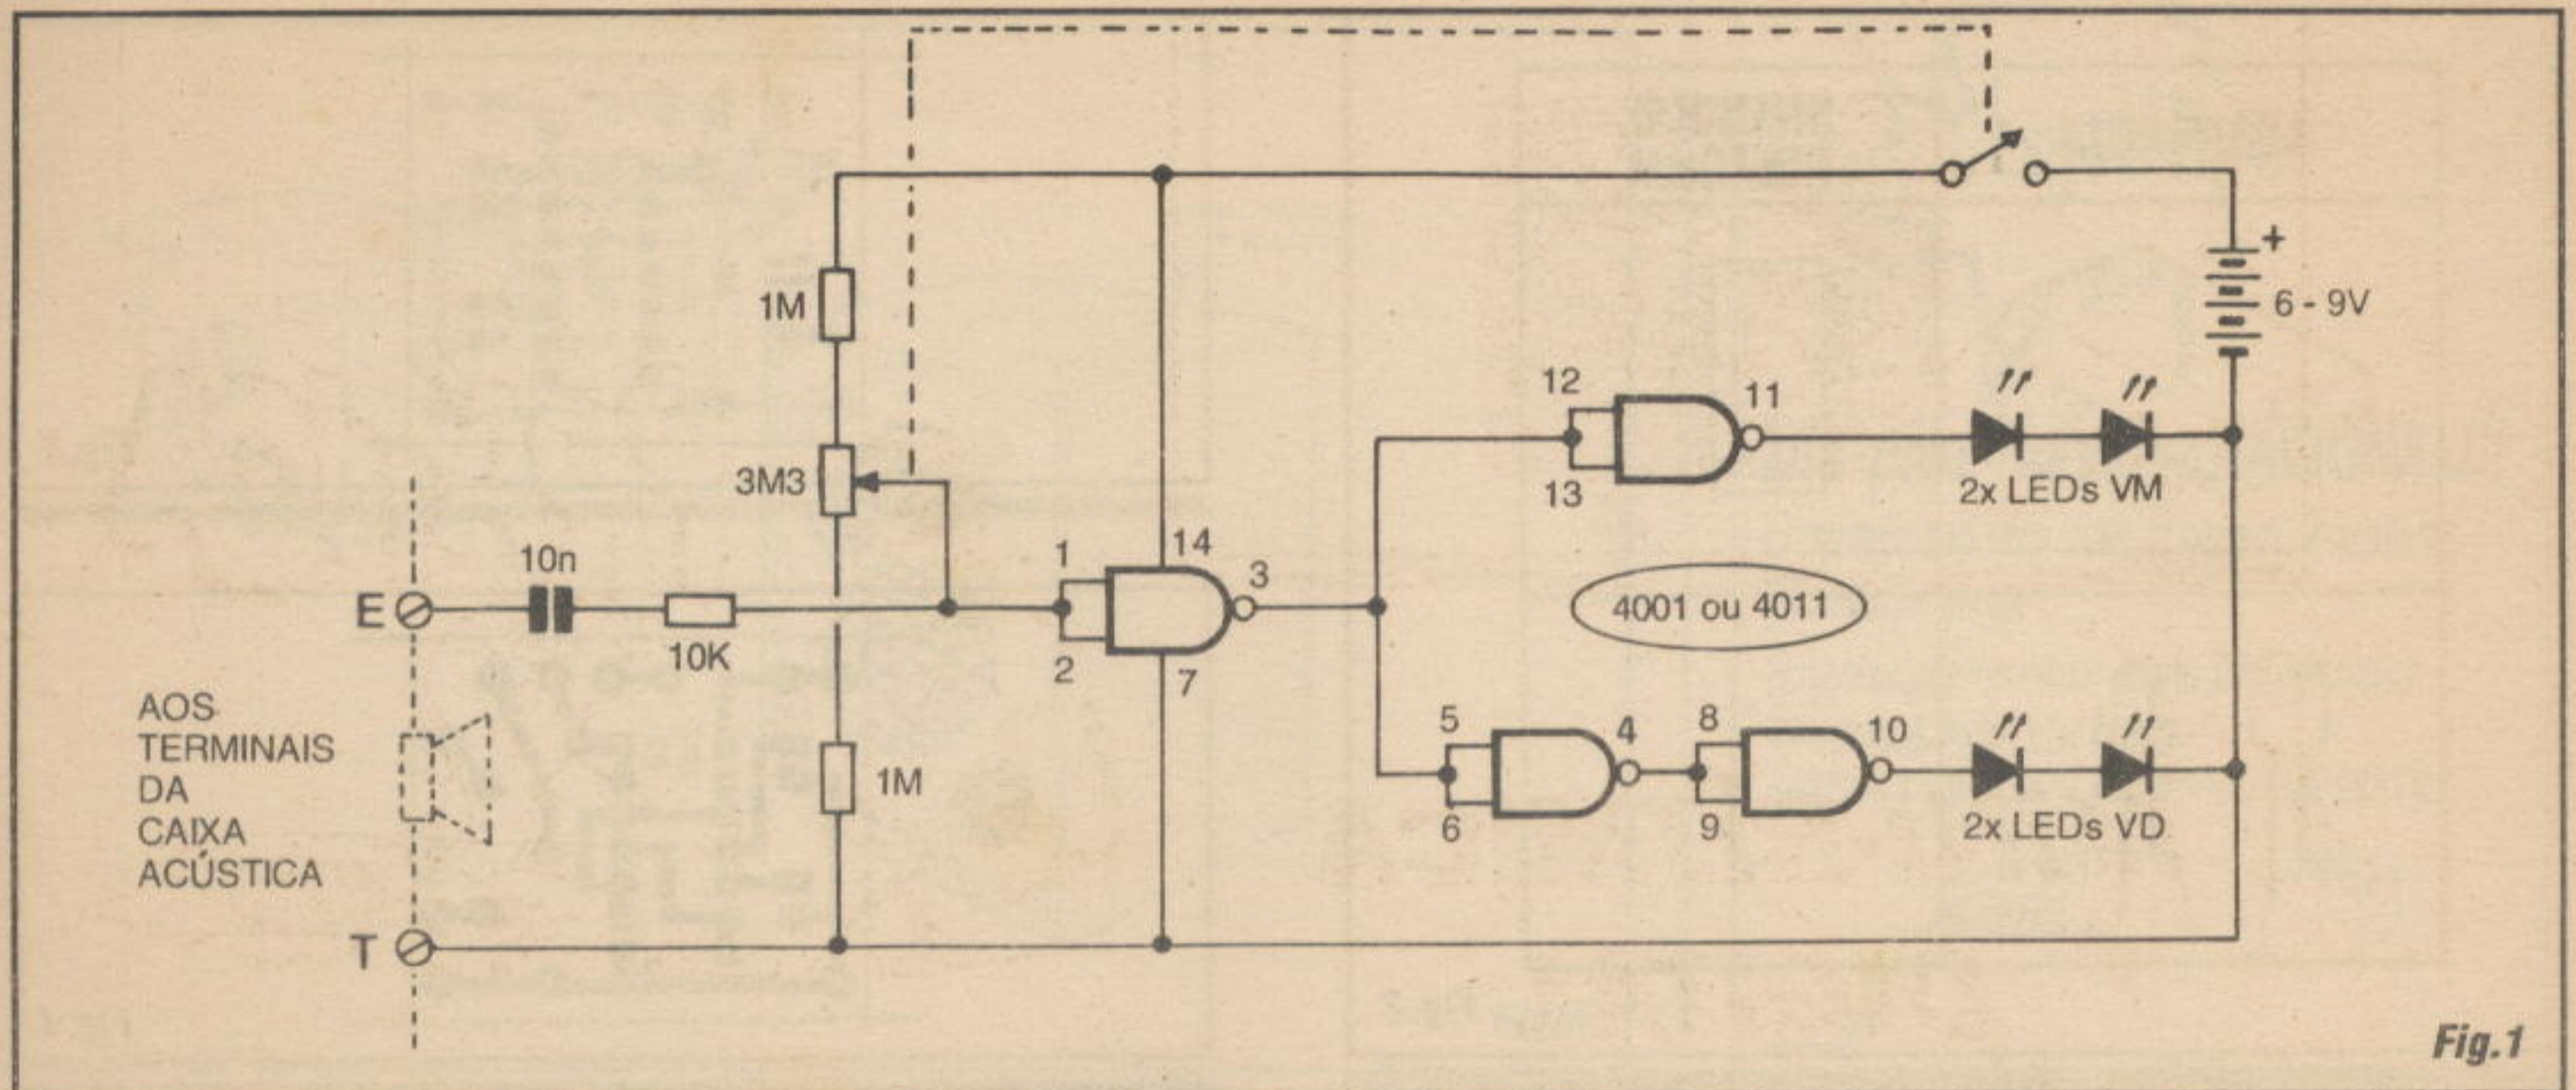

Fig.1
**- FIG. 1 - DIAGRAMA ESQUEMÁTICO DO CIRCUITO -** *Simplérrimo*, o circuito da MIRD é totalmente centrado num integrado digital C.MOS tipo 4001 ou 4011, indiferentemente (já que os 4 *gates* internos são usados em funções *simples inversoras*, para o que não importam suas naturais capacidades lógicas NOR e NAND...). O primeiro dos *gates* (delimitado pelos pinos 1-2-3...) é usado como rústico conversor analógico/digital, ou como *enquadrador* de sinais, de elevada sensibilidade, através de um *truque* de polarização muito simples: sua *entrada* (pinos 1-2, *juntados*...) é previamente polarizada, com todo cuidado (via potenciômetro de 3M3 *ensanduichado* entre os dois resistores de 1M às linhas de alimentação...), de modo que *veja* um nível de tensão bastante próximo de qualquer dos dois limiares de transição do bloco digital (seja para reconhecer uma *descida* de nível, seja para aceitar uma *subida*...). Nessa pré-condição, qualquer pequeno acréscimo ou decréscimo de tensão aplicado à dita *entrada* faz com que o *gate* *sinta* o fato como se fosse uma nítida transição *digital*, promovendo o surgimento de estado *oposto* (já que o bloco assume função *inversora*...) na *saída* (pino 3...). O tal *pequeno sinal* ou *pequena alteração de tensão* é, no caso, obtido via capacitor de 10n e resistor protetor de 10K, diretamente dos terminais de alto-falante de qualquer sistema de amplificação com saída de 10W para cima (basta, por exemplo, ligar os pontos E-T aos próprios terminais de uma das caixas acústicas do *três em um* aí da sala do caro leitor/aluno...). Observar que a elevada impedância do bloco de entrada geral da
Ligada a *entrada* da MIRD aos terminais de saída para alto-falante do amplificador, conforme também ilustra o diagrama esquemático, no **FIG. 1** (num sistema estéreo, a MIRD pode ser ligada a apenas um dos dois canais, qualquer deles...), coloca-se para *rodar* uma fita, ou sintoniza-se uma emissora com música, ou ainda aciona-se um CD player, ou mesmo o velho toca discos (de vinil...), qualquer *fonte* de som musical, enfim... Ajusta-se volume, tonalidade (graves, agudos, equalização...) no dito sistema de som, conforme o gosto...